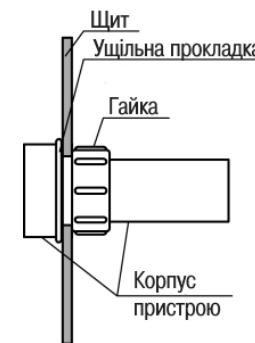

Рисунок 2 – Монтаж пристрою
2. Надіти на тильну сторону передньої панелі пристрою ущільнювальну прокладку з комплекту постачання, див. *рисунок 2*.